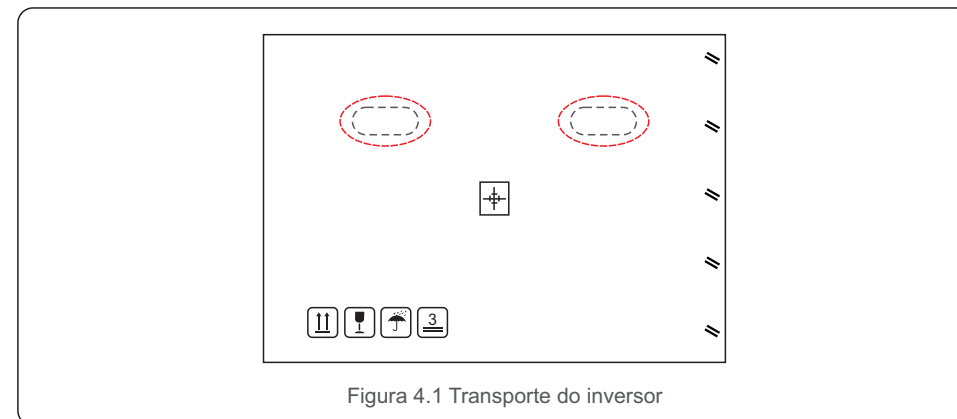

Figura 4.1 Transporte do inversor
- Os círculos vermelhos abaixo indicam recortes na embalagem do produto. Empurre os recortes para formar alças e mover o inversor (consulte a Figura 4.1).